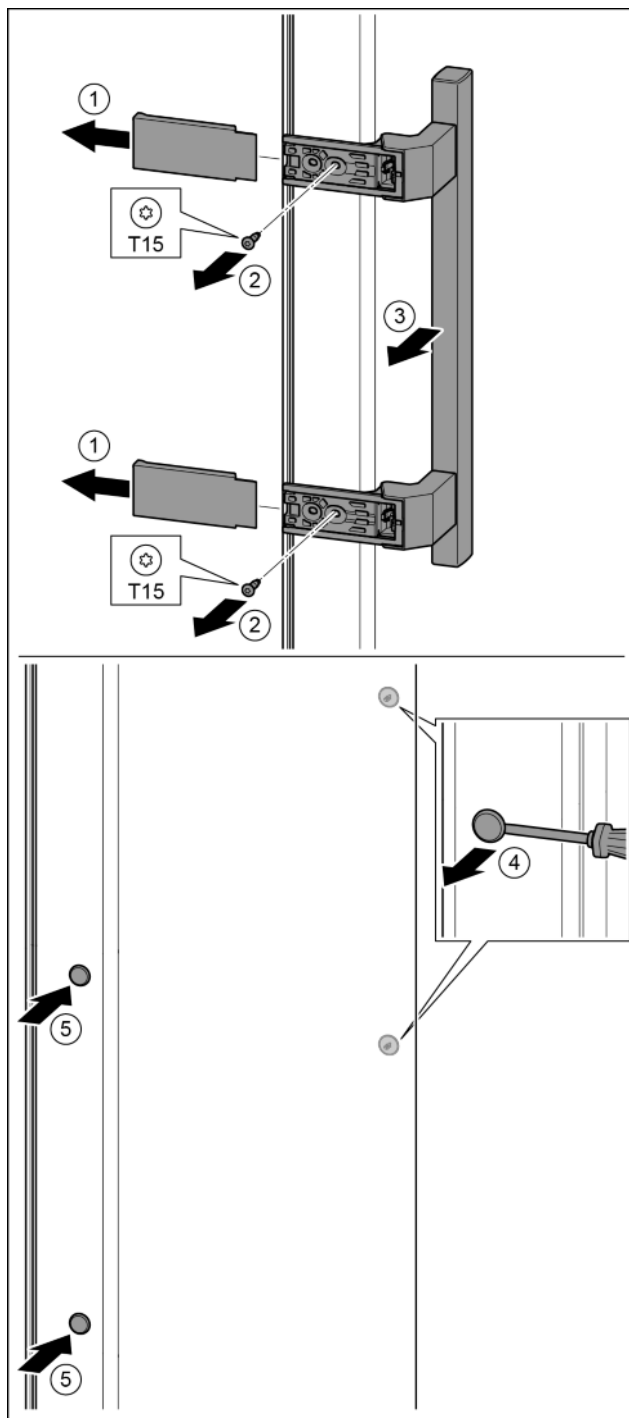

Fig. 20
- ▶ Retirer le cache. Fig. 20 (1)
- ▶ Desserrer les vis avec un tournevis T15. Fig. 20 (2)
- ▶ Déposer la poignée. Fig. 20 (3)
- ▶ Soulever délicatement le bouchon latéral avec un tournevis plat et le sortir. Fig. 20 (4)
- ▶ Remettre en place le bouchon de l'autre côté. Fig. 20 (5)